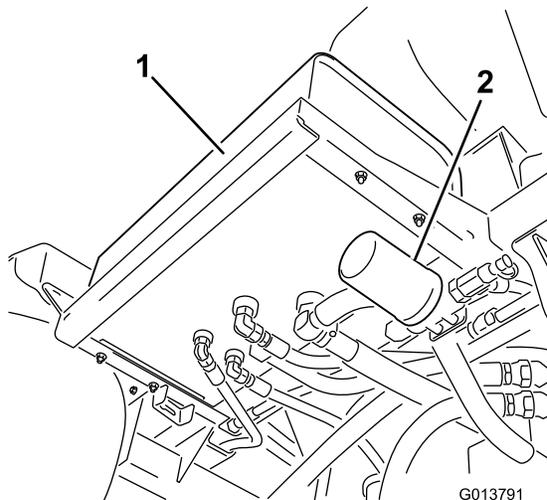
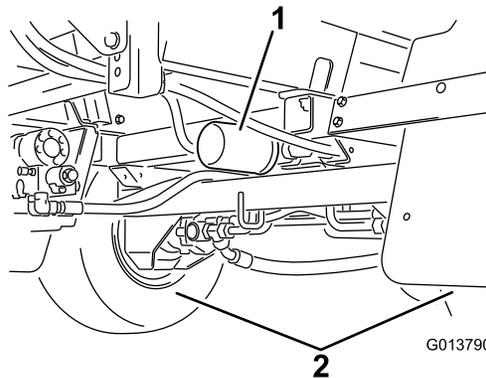

图 109
图 110
2. 找到机器上的两个液压油过滤器 **图 109**和 **图 110**。